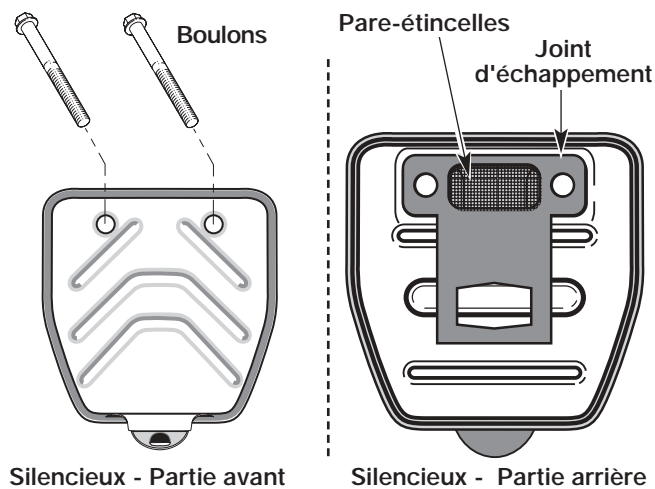

Fig. 22
2. Repérez le devant du silencieux et les deux (2) boulons qui le retiennent au moteur (Fig. 22). Retirez les deux (2) boulons à l'aide d'un à mèche no. 25/27 Torx, d'une douille de 5/16 po ou d'un tourne-écrou. Retirez le silencieux du moteur.
3. Retournez le silencieux vers l'arrière et repérez le joint d'échappement. Retirez le joint du silencieux (Fig. 22).
7. Placez le joint d'échappement contre l'arrière du silencieux. Alignez les trous de boulon du joint d'échappement avec les trous de boulon du silencieux. Tout en maintenant le joint d'échappement en place, insérez les boulons sur le devant du silencieux (Fig. 22).